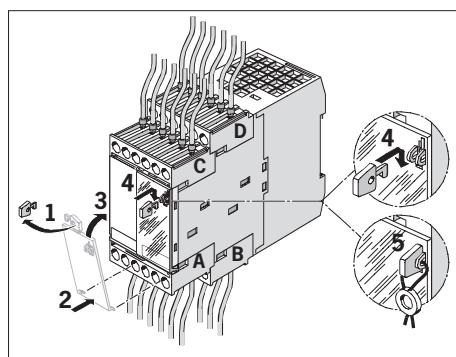

Fig. 3: Montage et plombage du protecteur
⚠ Le protecteur joint (cf. Fig. 3) doit obligatoirement être en place pour protéger l'appareil vis-à-vis des décharges électrostatiques.
- Poser et plomber le cache (voir Fig. 3).